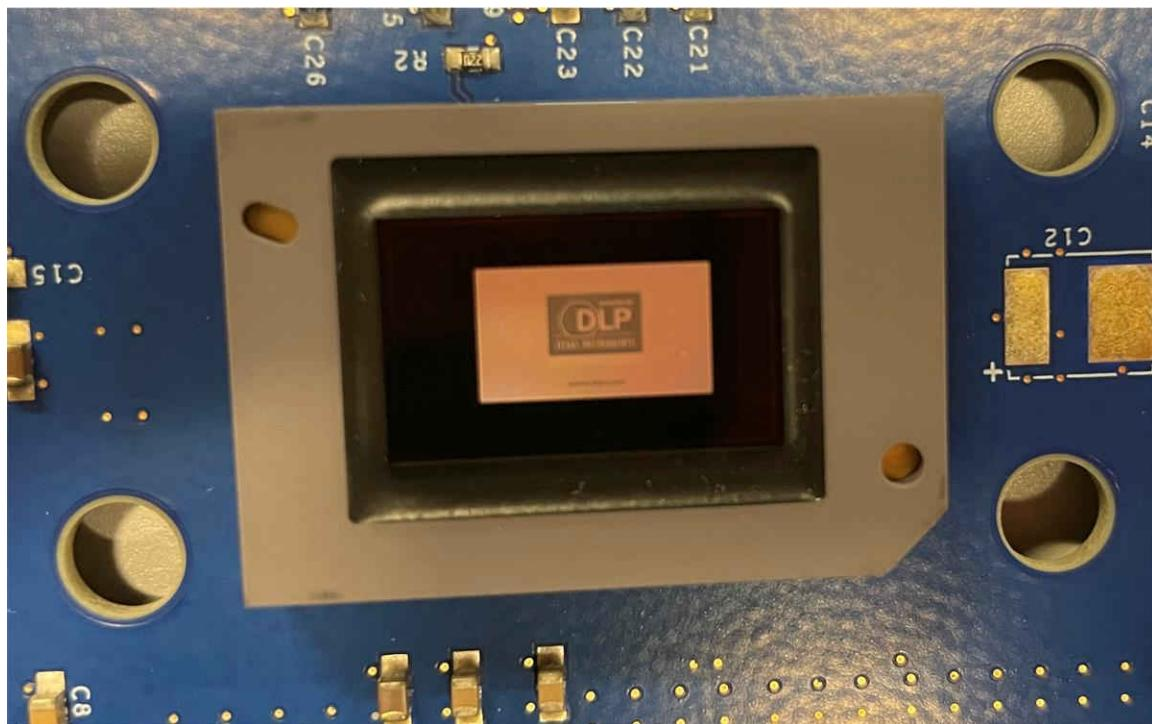

图 2-5. DMD 上显示的启动图像
- d. 按顺序将 SW5 和 SW1 开关切换至打开位置来打开 EVM。大约 3 秒钟后，可以看到 D5、D6 和 D7 LED 稳定亮起，D15 LED 闪烁。DLP 德州仪器 (TI) 标志应在 DMD 上可见 图 2-5。